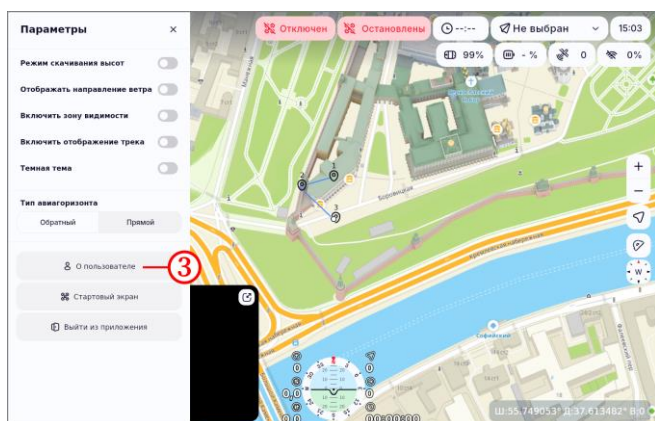

Рисунок 66
- нажать на кнопку «О пользователе» (рисунок 66, шаг 3);